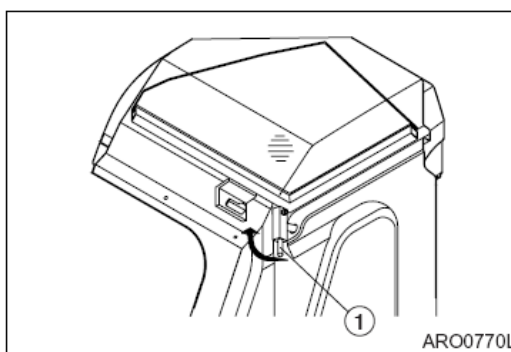

Figura 95
3. Desbloquéela tirando de la palanca (1, Figura 95) hacia arriba (en la dirección de la flecha).